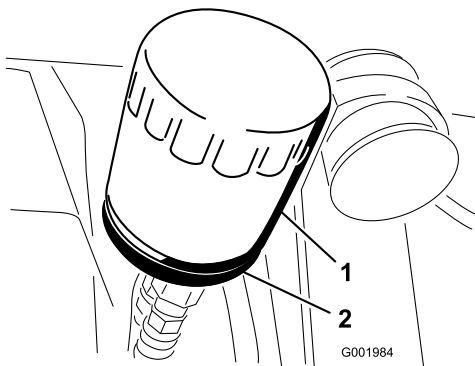

Figura 50
2. Retire o filtro do óleo (Figura 50).
5. Coloque o filtro de substituição no adaptador do filtro. Rode o filtro de óleo no sentido dos ponteiros do relógio até que a junta de borracha toque no adaptador do filtro e, em seguida, aperte o filtro mais 1/2 volta (Figura 50).